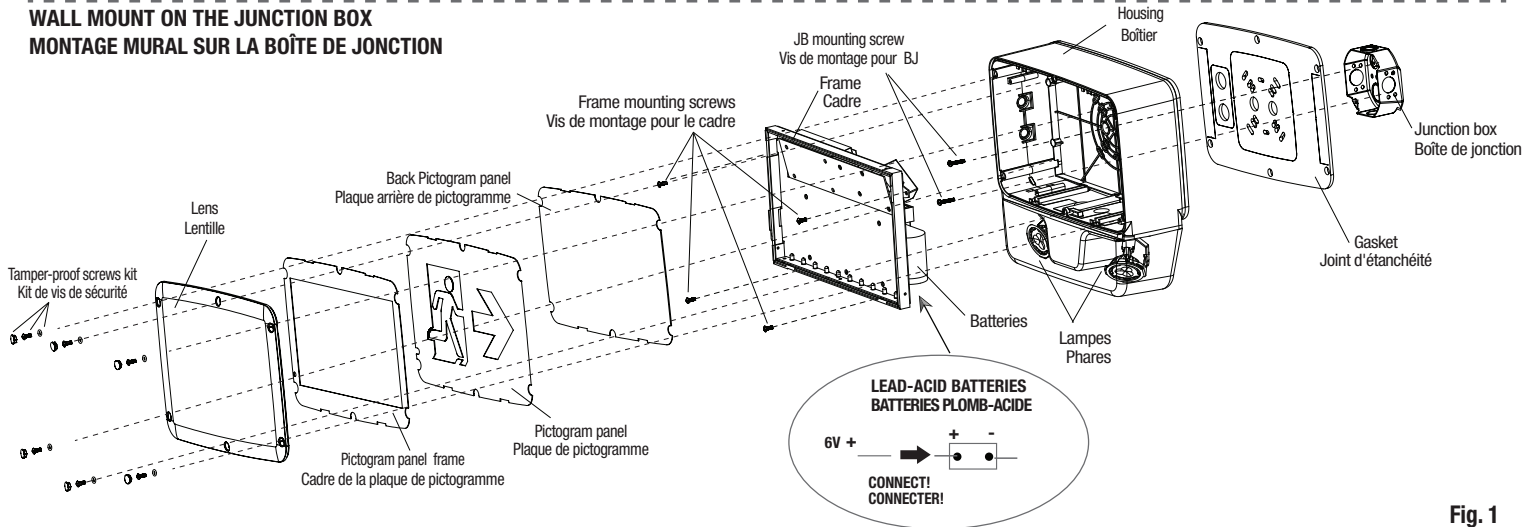
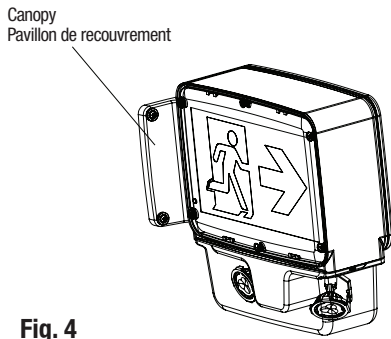

Fig. 1
Fig. 4
3. Remove the lens, pictogram panels assembly (three pieces) and interior housing frame (unscrew the four frame mounting screws, using a screwdriver PH2X) (Fig. 1).
4.a For wall mount installation only (Fig.1), break through appropriate knockouts into the back housing. Paste properly the gasket on the back of the unit and route the proper wire through the central hole.
4.b For Ceiling (Fig. 2) or End Mount (Fig. 4) installation only, break through appropriate knockout into the top or side of the housing. Align the gasket with the hole and paste it properly on the housing. Attach the housing with the canopy using the nipple assembly and lock nut(s). Align and paste the second gasket on the spider plate. Route the proper wire through the housing, canopy and spider plate holes.
6. For Wall (Fig.1), Ceiling (Fig.2) and End mount (Fig.4) installation only use the two screws to mount the back housing or the spider plate to the surface over the recessed junction box. Tighten the screws enough to compress the gasket to ensure a good sealed joint. (use screwdriver PH2X)
7.a For Ceiling (Fig. 2) and End mount (Fig.4) installation only, attach the canopy with the spider plate using the four tamperproof screws and four o-rings (use the tamperproof bit CR-VT15 provided in the hardware bag). Tighten the lock nuts and the screws enough to compress the gasket to ensure a good sealed joint.
3. Enlever la lentille, l'assemblage des panneaux de pictogramme (trois pièces) et le cadre intérieur du boîtier (dévisser les quatre vis de montage en utilisant le tournevis PHx2) (Fig. 1).
4.a. Pour installation murale seulement (Fig. 1), défoncer les orifices prédécoupés appropriés dans le boîtier arrière. Coller correctement le joint d'étanchéité sur le côté arrière de l'unité et passer les fils électriques par l'orifice central.
4.b Pour l'installation au plafond (Fig. 2) ou l'extrémité (Fig. 4) seulement, défoncer l'orifice prédécoupé approprié sur le côté supérieur ou latéral du boîtier. Aligner le joint d'étanchéité avec le trou et coller-le de façon approprié sur le boîtier. Fixer le boîtier avec le pavillon de recouvrement en utilisant l'assemblage du raccord et les contre-écrous. Aligner et coller le deuxième joint d'étanchéité sur la plaque perforée. Passer les fils électriques par l'orifice du boîtier, du pavillon de recouvrement et de la plaque perforée.
6. Pour installation murale (Fig. 1), au plafond (Fig. 2) ou l'extrémité (Fig. 4) seulement, utiliser les deux vis (utiliser le tournevis PHx2) pour faire le montage du boîtier ou de la plaque perforée sur la boîte de jonction encastrée. Serrer les vis suffisamment pour comprimer le joint d'étanchéité pour assurer un joint scellé.
7.a Pour installation au plafond (Fig. 2) ou l'extrémité seulement (Fig. 4), fixer le pavillon de recouvrement ensemble avec la plaque perforée en utilisant les quatre vis de sécurité et les quatre anneaux d'étanchéité (utiliser l'embout TORX CR-VT15 fourni dans le sachet de pièces). Serrer les vis suffisamment pour comprimer le joint d'étanchéité pour assurer un joint scellé.
- For the batterie lead-Acid connect the cable between the circuit board board and the not connected electrical pole ("+" red color) of the battery (see Fig. 1 detail).